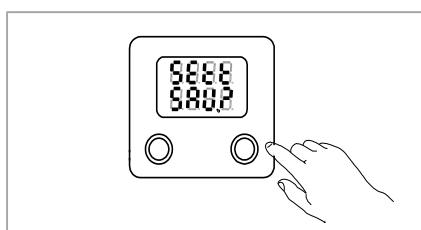

Рисунок 13
- кратковременно нажать правую кнопку. При появлении на табло прибора сообщения SAV.?, длительно нажать правую кнопку. Рисунок 13. На табло последовательно отобразятся сообщения – YES., SAVE. Значение параметра F изменено.